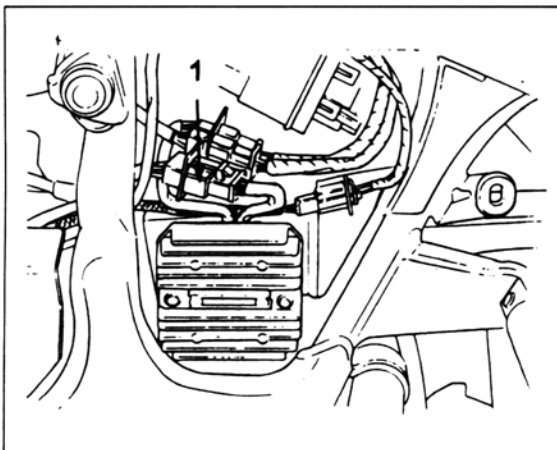

Bild 52
- Linken Seitendeckel abnehmen und drei-polige (weisse) Steckverbindung des Generatorkabels abtrennen (Bild 52).